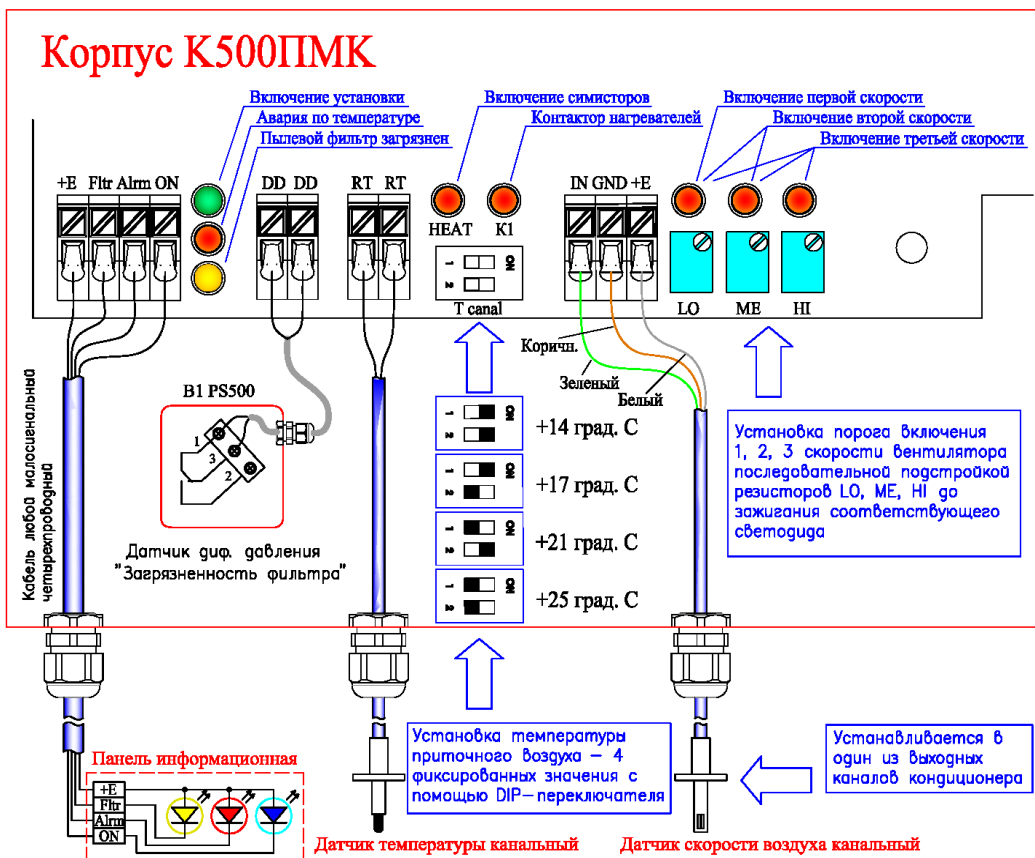
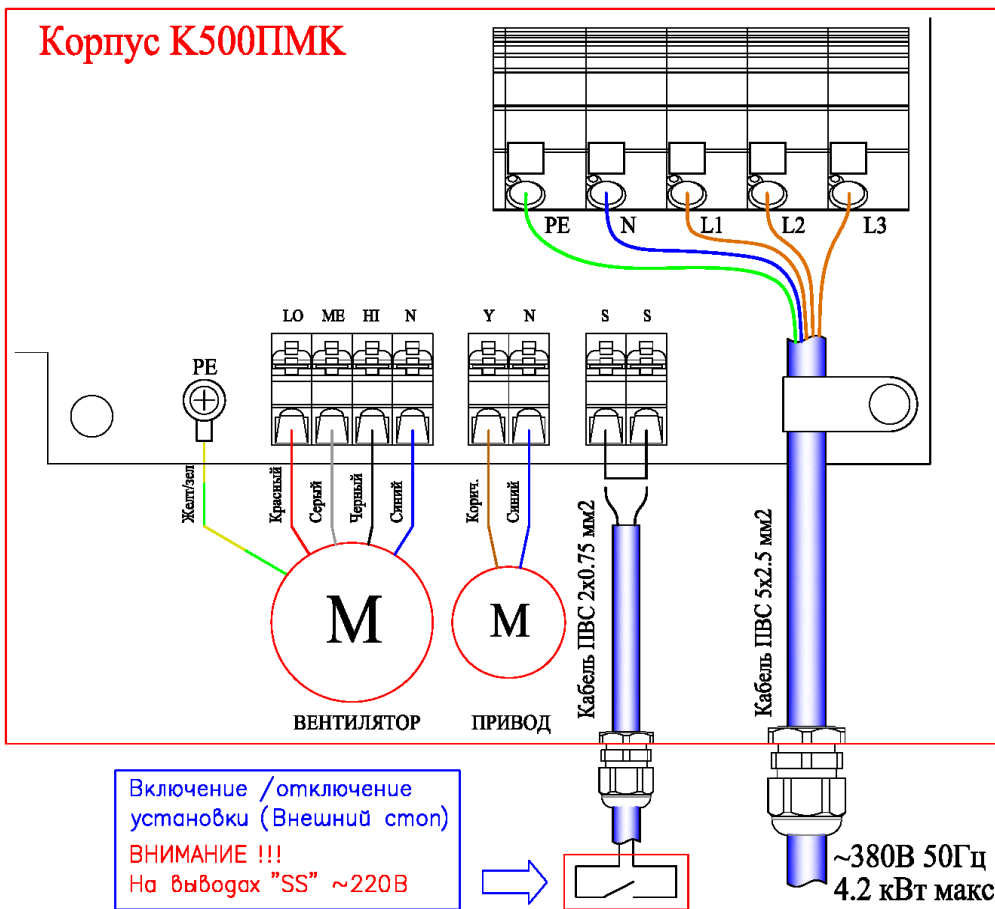

Рис. 3 Малосигнальные цепи
Рис. 4 Силовые цепи
Панель информационная предназначена для индикации состояния (Табл. 1) установки и дублирует индикаторы (светодиоды), расположенные на плате блока управления и нагрева, подключается в соответствии со схемой подключения - см. Рис. 3.
Подключение ПВУ КОЛИБРИ-500ПМК производится в соответствии со схемами (Рис. 3 и Рис. 4), «пропуская» кабели через установленные в корпусе соответствующие гермоводы (11).
На клеммах «SS» (Рис. 4) по умолчанию установлена перемычка, при удалении которой установка выключается. Вместо неё можно подключить нормально замкнутый «сухой контакт» от системы пожарной безопасности (сигнализации), или подключить внешний коммутирующий элемент (например, типовой сетевой выключатель, рассчитанный на напряжение ~220В 50Гц и ток не менее 1А) для включения / выключения установки).
2. Подстроечным резистором «НН» на плате блока управления и нагрева (См. Рис. 3) выставить порог включения всех трех светодиодов, при этом установка будет работать на третьей скорости.
Установить требуемую температуру приточного воздуха DIP-переключателями «Т-canal» (Рис. 3) в соответствии с таблицей.